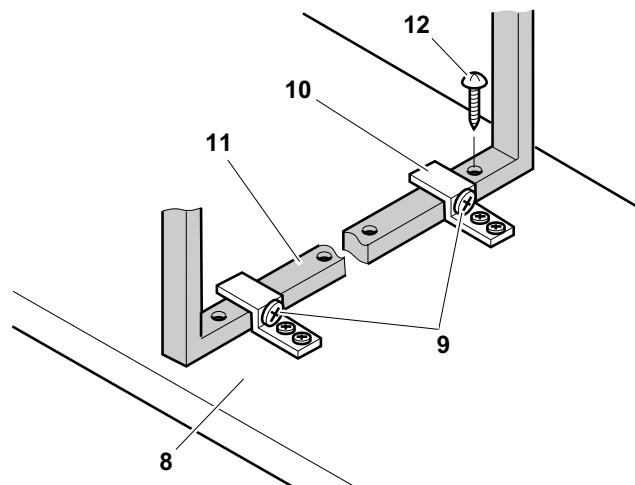

Fig. 14
- Ajuster la plaque avant **8** au tube transversal médian **11** à l'aide des deux vis cylindriques à tête bombée **9** et la fixer avec une vis **12**, fixer éventuellement le cadre de lit et la plaque avant avec un serre-joint en haut oben ; vérifier l'uniformité des joints, voir **fig. 14**.